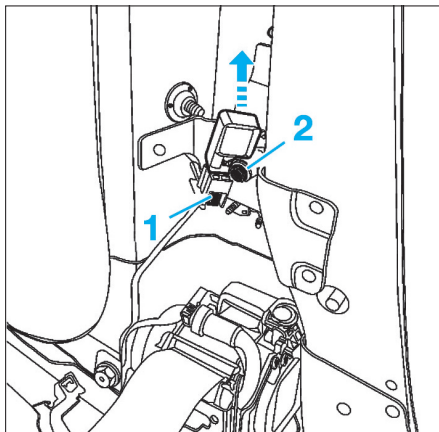

FIG. 17
- Débrancher le connecteur (1) du capteur de choc latéral (Fig.17).
- Déposer la vis (2) et le faire glisser vers le haut du montant de pied milieu.